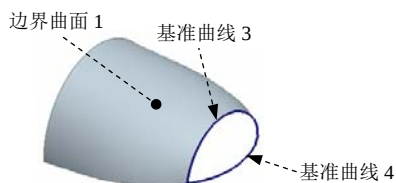
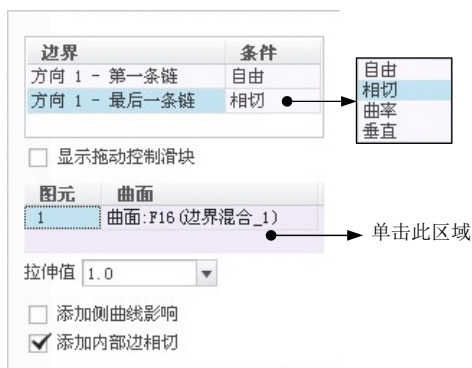

图 6.2.31 选取边界曲线
图 6.2.32 “约束”界面
Step2. 按住 Ctrl 键，依次选择图 6.2.31 所示的基准曲线 4 和基准曲线 3 为方向 1 的边界曲线。
Step3. 设置边界条件。在操控板中单击“约束”按钮，在图 6.2.32 所示的“约束”界面中将“方向 1”的“最后一条链”的“条件”设置为“相切”，然后单击图 6.2.32 所示的区域，在系统“选择位于加亮边界元件上的曲面。”的提示下，选取图 6.2.31 所示的边界曲面 1。